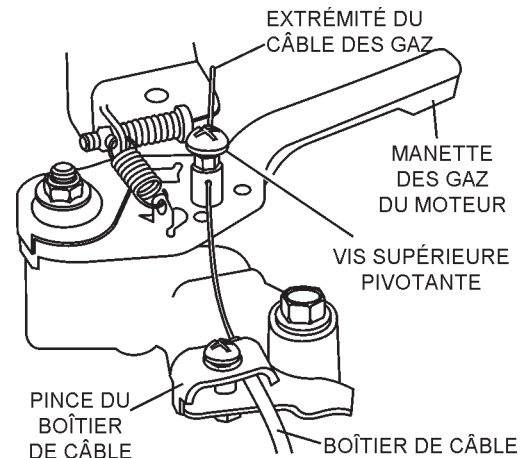

Figure 8. Branchement du câble de la manette des gaz
3. Connectez le câble de la manette des gaz au moteur (Figure 8). Il devrait y avoir un bout de fil installé sur la machine pour indiquer où acheminer le câble. Lorsque de la connexion du boîtier de câble, assurez-vous qu'il n'y a pas plus de **1/4 po (6,4 mm)** de boîtier de câble qui dépasse de la pince du boîtier sur le moteur.